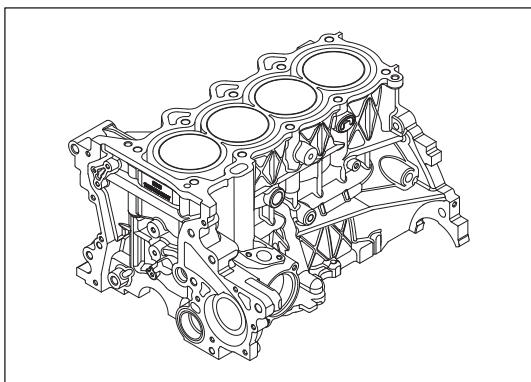
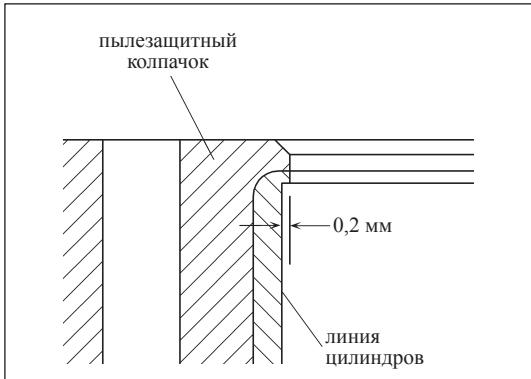

Рис. 13-4-5. Проверка плоскости верхней поверхности блока цилиндров
Рис. 13-4-6. Проверка отверстия в блоке цилиндров
- (1) Проверка нижней части блока цилиндров
- (2) Проверить пылезащитный колпачок нижней части блока цилиндров на наличие повреждений; при обнаружении повреждений заменить его.
- (3) Проверить, не забиты ли отверстия для смазки цепи.
- (4) Проверить плоскость верхней поверхности блока цилиндров
- » При помощи поверочной линейки и измерительного щупа измерить степень коробления верхней поверхности блока цилиндров; измеренное значение не должно превышать 0,040 мм, см. Рис. 13-4-5.
- (5) Визуально проверить внутреннюю поверхность отверстий в блоке цилиндров на наличие вертикальных царапин или канавок; если имеются относительно глубокие царапины, заменить блок цилиндров.
- (6) Проверка диаметров отверстий в блоке цилиндров
- (7) Проверить отверстия в блоке цилиндров на износ
- » Если износ отверстия в блоке цилиндров превышает 0,2 мм, следует произвести ремонт при помощи развертки, как изображено на Рис. 13-4-6.